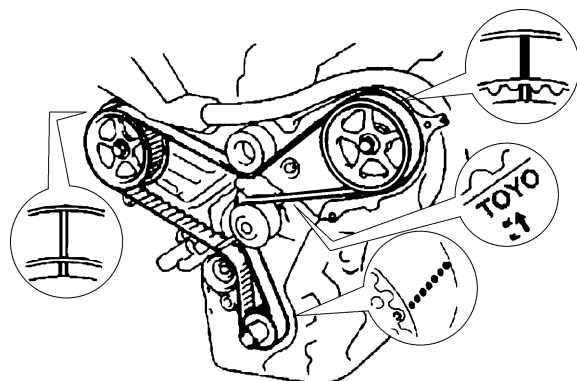

图 24-17 将正时带上的安装标记对齐
8) 按照图 24-17 所示, 将正时带上的安装标记对齐。